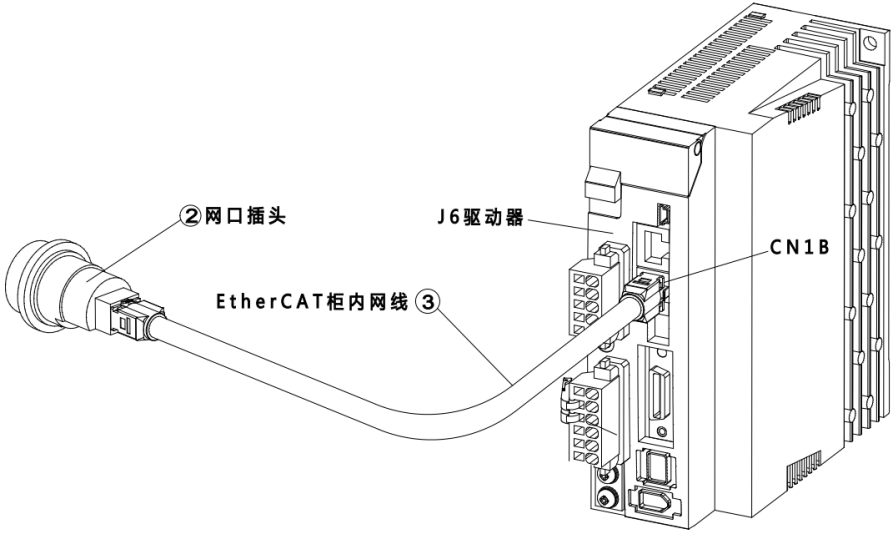

图 12-6 连接 J6 驱动器的 CN1B 接口示意图
步骤3. 将③EtherCAT 柜内网线一端接在②网口插头上，另一端接在 J6 驱动器的 CN1B 接口上，合理排布柜内线缆（参考图 12-6）。